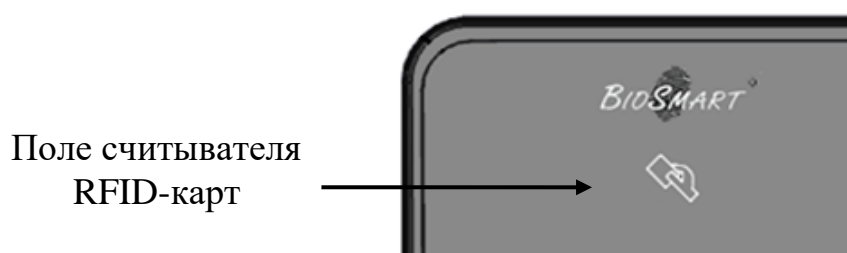

Рисунок 50 – Поле считывателя RFID-карты
2.4.5.3 Для прохождения идентификации по карте (RFID-метке) приложите карту к полю считывателя RFID-карт (см. рисунок 50).